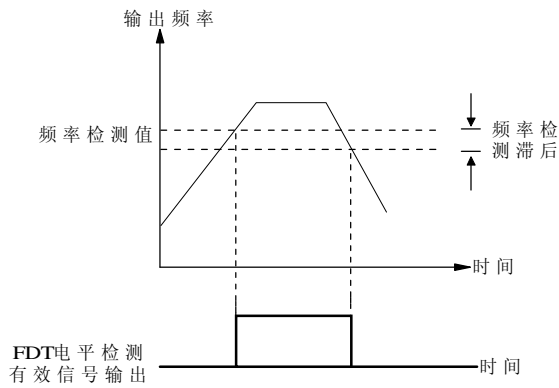

图 5-3-9 频率检测FDT
- 当输出频率超过某一指定频率（频率检测值）时，Y输出指示信号，这个指定频率称为FDT电平。在输出频率下降过程中，如果输出频率小于FDT电平，Y将继续输出指示信号，直到输出频率下降到低于FDT电平的某一频率，即解除频率。（解除频率＝频率检测值-FDT滞后值），如图5-3-9所示。